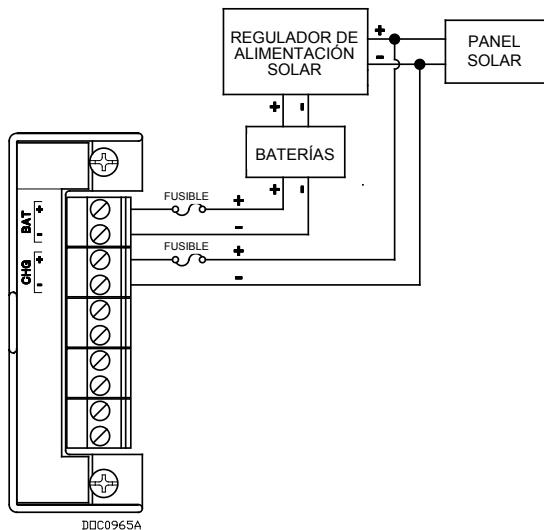

Figura 6. Fuente de alimentación de 12 Vcc y cableado de CHG+/CHG-
- Si está monitoreando un voltaje de carga externa (Módulo de entrada de alimentación de 12 Vcc únicamente), conecte el cable del conector del bloque de terminales de CHG+ y CHG-. Consulte la Figura 6.